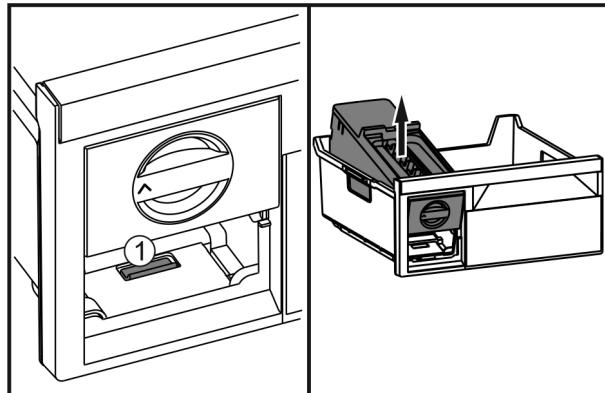

Fig. 37
- Stlačte sponu Fig. 37 (1), nadvihnite zariadenie EasyTwist-Ice zozadu a vyberte ho zo zásuvky na zmrzovanie.